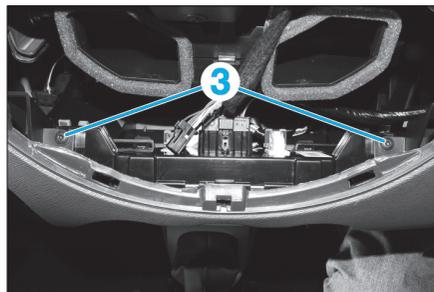

Fig. 22
- Déposer les vis (3) fixant le panneau de commande de climatisation (Fig.22).